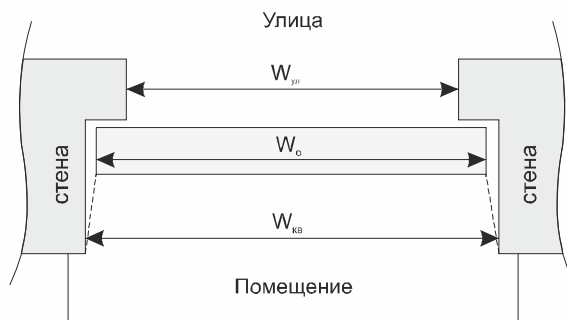

Рис. 7
- 2 Замерить ширину проема с улицы ($W_{ул}$). Замерить ширину проема со стороны помещения ($W_{кв}$). (Рис.7)